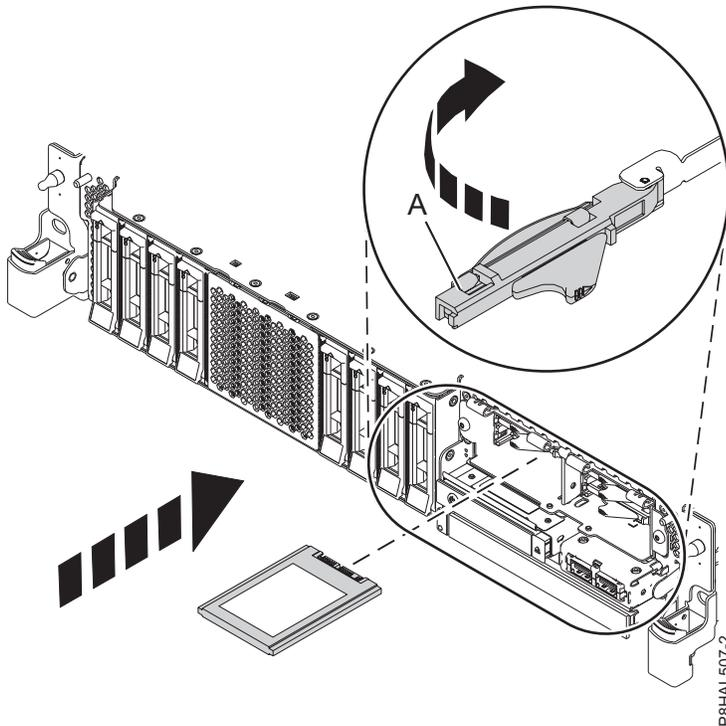

Abbildung 56. Solid-State-Laufwerk in einem System mit erweiterten Funktionen austauschen
12. Der Griff des Solid-State-Laufwerks (A) muss in der entriegelten Position sein, während Sie ihn nach außen ziehen, um auf die Führungsschienen im Steckplatz des Solid-State-Laufwerks zugreifen zu können. Stützen Sie das Solid-State-Laufwerk unten mit Ihrer Hand, wenn Sie es an den Führungsschienen im Steckplatz des Solid-State-Laufwerks ausrichten. Siehe Abb. 56 auf Seite 62.
16. Verriegeln Sie das Laufwerk, indem Sie den Griff (A) in die gezeigte Richtung drehen. Siehe Abb. 56 auf Seite 62.